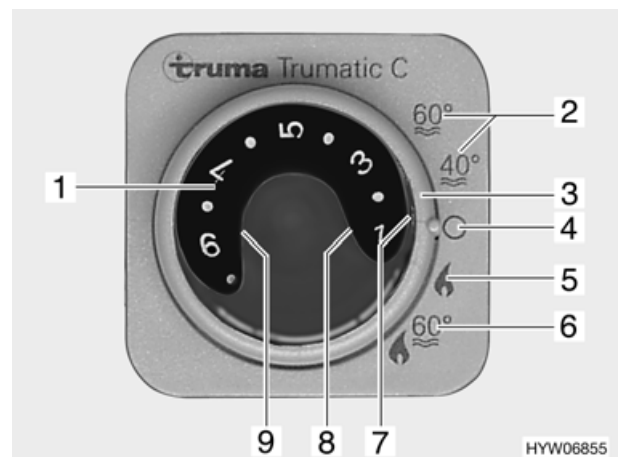

Bild 67 Bedieneinheit für Heizung/Boiler
■ Betriebsart mit dem Drehschalter (Bild 67,3) einstellen:
- Sommerbetrieb "40 °C" oder "60 °C" (Bild 67,2)
- Winterbetrieb "Heizung ohne Boiler" (Bild 67,5)
- Winterbetrieb "Heizung und Boiler" (Bild 67,6)
- Aus (Bild 67,4)
Die Heizung wählt nach gewünschter Raumtemperatur selbstständig die benötigte Brennerstufe. Wenn die gewünschte Raumtemperatur erreicht ist, schaltet der Brenner ab. Bei Betriebsart "Heizung und Boiler" (Bild 67,6) wird auch das Wasser im Boiler erhitzt. Die Heizung kann in der Betriebsart "Heizung ohne Boiler" (Bild 67,5) mit leerem Boiler betrieben werden.
- Temperatordrehknopf (Bild 67,1) an der Bedieneinheit auf gewünschte Raumtemperatur stellen.
- Drehschalter (Bild 67,3) auf Winterbetrieb "Heizung ohne Boiler" oder auf Winterbetrieb "Heizung und Boiler" stellen.
Grüne Kontroll-Leuchte (Bild 67,7) leuchtet. Das Umluftgebläse schaltet sich automatisch ein, wenn die Heizung in Betrieb genommen wird.
- Drehschalter (Bild 67,3) auf "Aus" (Bild 67,4) stellen.
- ▷ Wenn die Heizung an der Bedieneinheit (Bild 67) auf Sommerbetrieb (Bild 67,2) gestellt ist und der Energie-Wahlschalter auf Mischbetrieb (Bild 68,4 oder 5) gestellt wird, arbeitet die Heizung dennoch nur im 230-V-Betrieb. Der Gasbrenner wird nicht zugeschaltet.
Die Kombination Gasbetrieb und 230-V-Elektrobetrieb verkürzt die Aufheizzeit (nur möglich, wenn die Heizung an der Bedieneinheit (Bild 67) auf Winterbetrieb gestellt ist).
Die Spannungsversorgung für Heizung/Boiler und das Sicherheits-/Ablassventil kann durch den 12-V-Hauptschalter nicht unterbrochen werden. Bei Störung leuchtet die rote Kontroll-Leuchte (Bild 67,8) an der Bedieneinheit für Heizung/Boiler Trumatic C auf (siehe Kapitel 14).